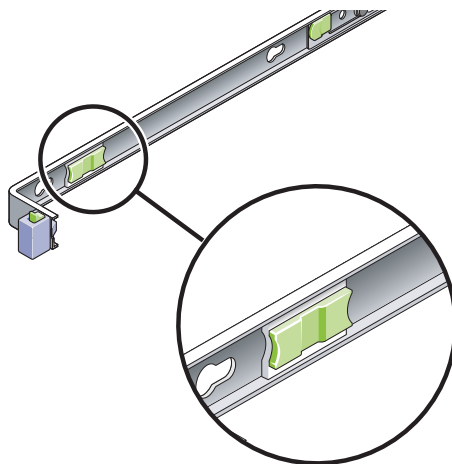

図 3-36 スライドレールのリリースボタン
7. 両方のスライドレールリリースボタンのロックを同時に解除して (図 3-36)、サーバーをラック内に完全に押し込みます。